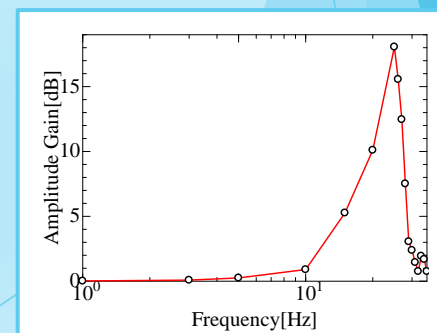

図3 各周波数におけるゲイン特性
- ・トルクを定格トルクの50%として周波数の条件を変えて実験を行い、結果をボード線図に表すと図3のように25Hzでピークをとるという結果が得られた。